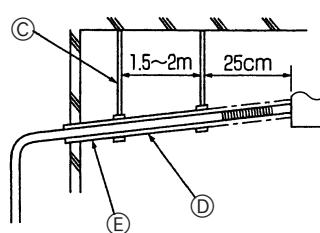

Fig. 8-2
(2) Βάλτε ένα σωλήνα από σκληρό PVC (VP-16, θα τον προμηθευτείται από το εμπόριο) μέσα στο συνδεδεμένο εύκαμπτο σωλήνα ⑯, κολλήστε τους μαζί και στερεώστε τους. (Fig. 8-2)
④ VP-16, θα τον προμηθευτείται από το εμπόριο
⑤ Θερμομόνωση
(3) Τοποθετήστε μια στεφάνη στερέωσης ⑪ στο συνδεδεμένο εύκαμπτο σωλήνα αποστράγγισης ⑯. (Fig. 8-2)
(4) Βεβαιωθείτε ότι η κατωφερής κλίση του σωλήνα αποστράγγισης είναι μεγαλύτερη από 1/100. (Fig. 8-2)
⑥ Στηρίγματα
⑦ Κατωφερής κλίση μεγαλύτερη από 1/100.
⑧ Θερμομόνωση